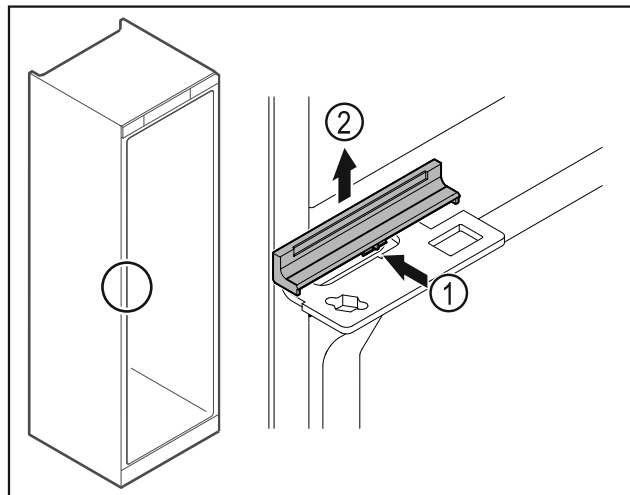

Fig. 47
- Afdekking Fig. 47 (1) in het midden iets indrukken en naar boven toe verwijderen Fig. 47 (2).